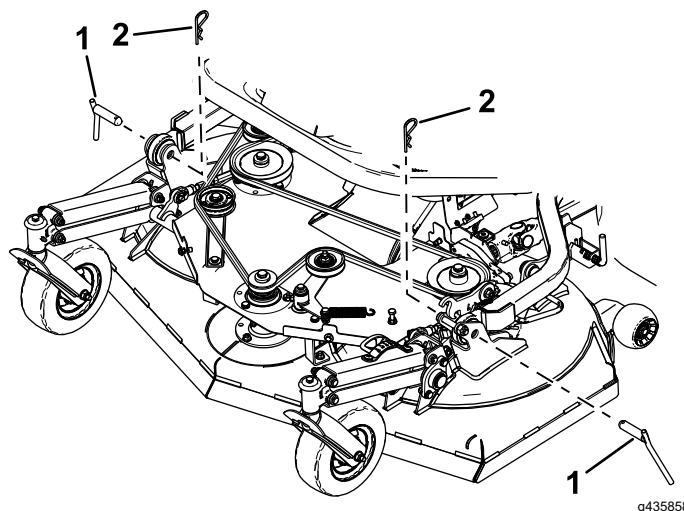

Figura 92
10. Rimuovete le 2 coppie a forcella e i 2 perni a testa piana che fissano i bracci di sollevamento su ogni lato dell'apparato di taglio (Figura 92).
5. Montate la coppiglia a forcella e il perno a testa piana per fissare i bracci di sollevamento su ogni lato, fate riferimento alla Figura 92.